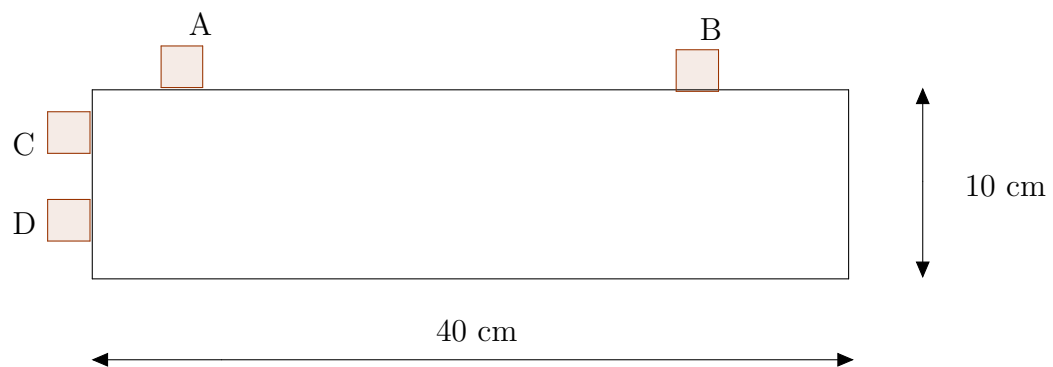
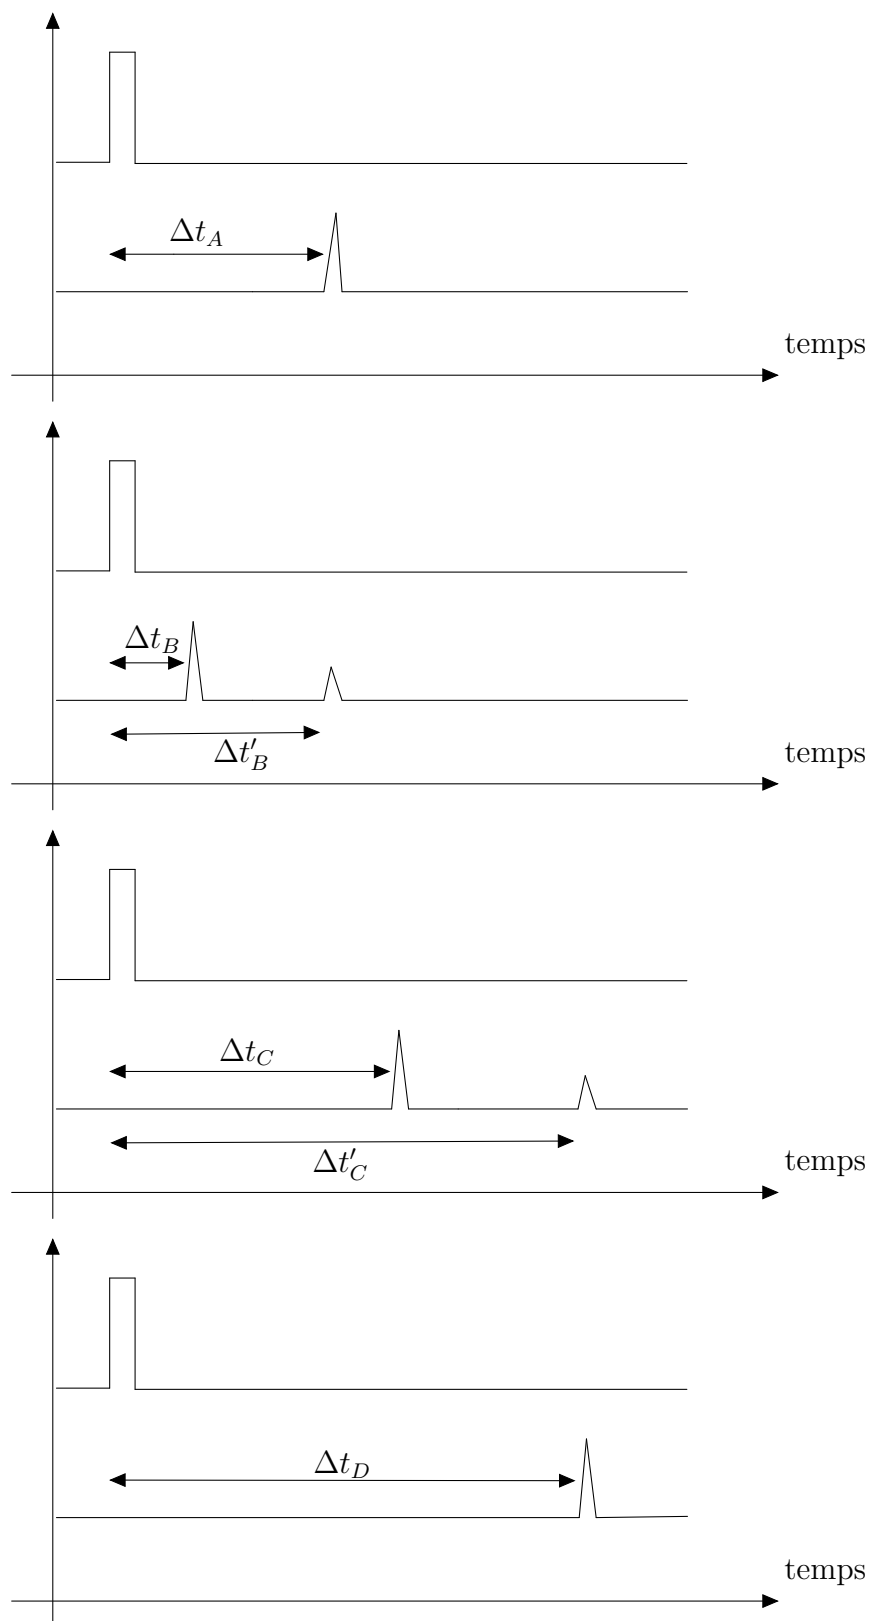

FIGURE 1 – Schéma de la pièce à analyser. Le schéma est à l'échelle $\frac{1}{4}$.
FIGURE 2 – Signaux émis et reçus par la sonde. A chaque fois, le signal de l'émetteur est au-dessus.
On considère la pièce faite en acier représentée à la figure 1. La sonde a été positionnée à plusieurs endroits de la pièce A, B, C et D. La figure 2 montre les signaux émis et reçus par la sonde.
5. Dessinez le défaut sur le schéma de la figure 1.